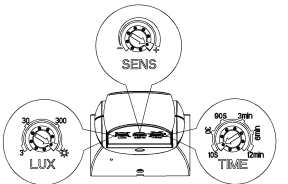

FIG. 4
- Наденьте LUX и ручки SENS по часовой стрелке в максимальное положение и TIME ручку против часовой стрелки в минимальное положение (10S). /Рисунок 4/
- Slide LUX dhe pullat Sens clockwise në pozicionin maksimal dhe kohën çelës kundër akrepave të sahatit në pozicionin minimal (10s). /Figure 4/